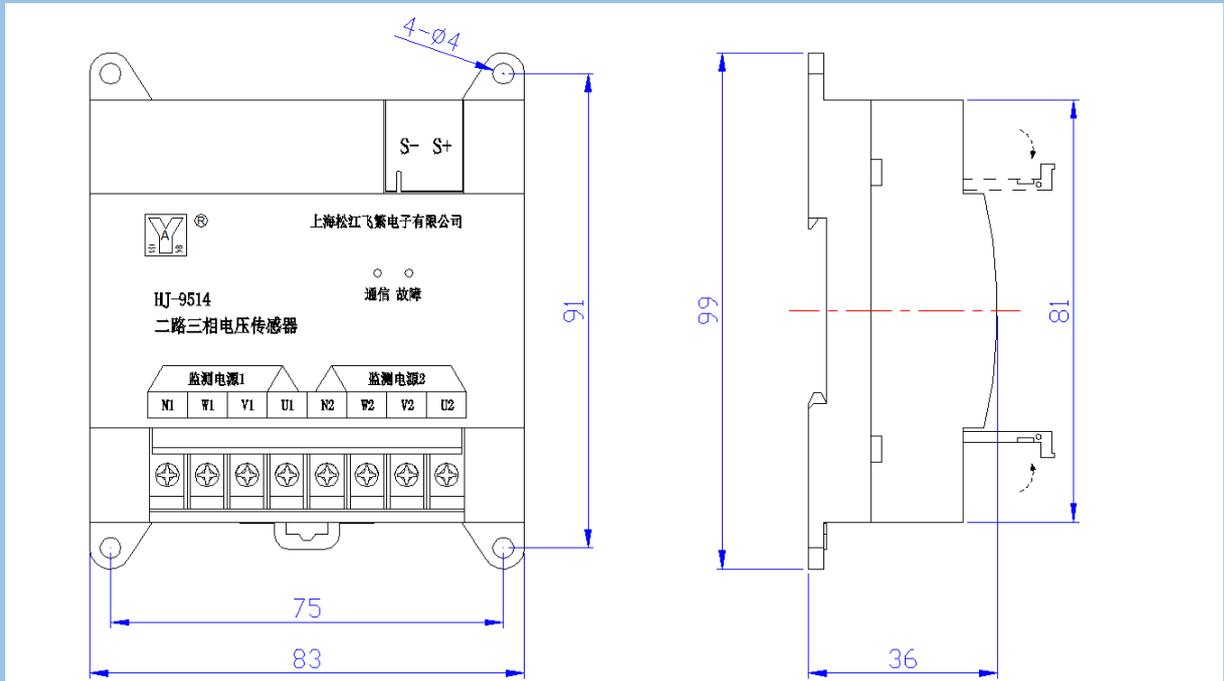

图 1: 二路三相电压传感器-外观尺寸
- (7) 开关量输入/出：无。
- (8) 使用环境：工作温度 $0^{\circ}\text{C}\sim+40^{\circ}\text{C}$ ；存储温度： $-20^{\circ}\text{C}\sim+70^{\circ}\text{C}$ 相对湿度 $\leq 95\%$ 不结露。
- (9) 外形尺寸：83mm \times 99 mm \times 36mm（如图 1）。
每个接线端子所对应的定义如从传感器面贴上所示,如无标注即为空角,如下图 1 所示。